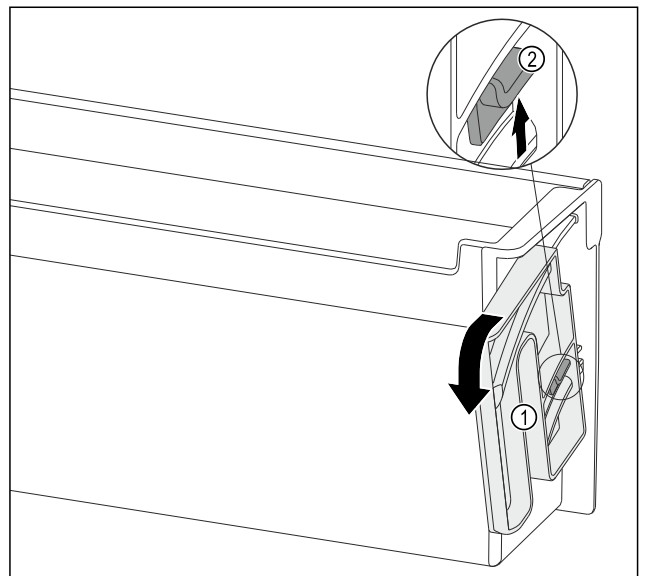

Fig. 121
- ▶ Dreheinheit Fig. 121 (1) in die angegebene Richtung bis zum Anschlag drehen.
- ▶ Lasche Fig. 121 (2) nach oben drücken und Dreheinheit Fig. 121 (1) entnehmen.